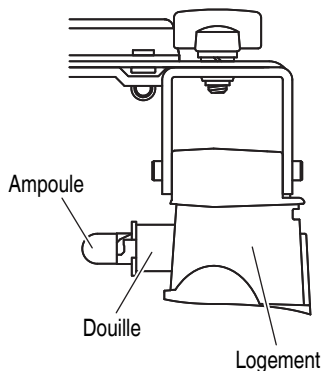

Fig. 20 <Vue du haut>
- (3) Retirer l'ampoule de la douille (Fig. 20).
- Pour fixer la douille au logement, aligner la douille sur l'orifice du logement tout en regardant le dos de la douille comme indiqué à la Fig. 20, puis insérer la douille jusqu'à ce qu'elle touche légèrement le logement.